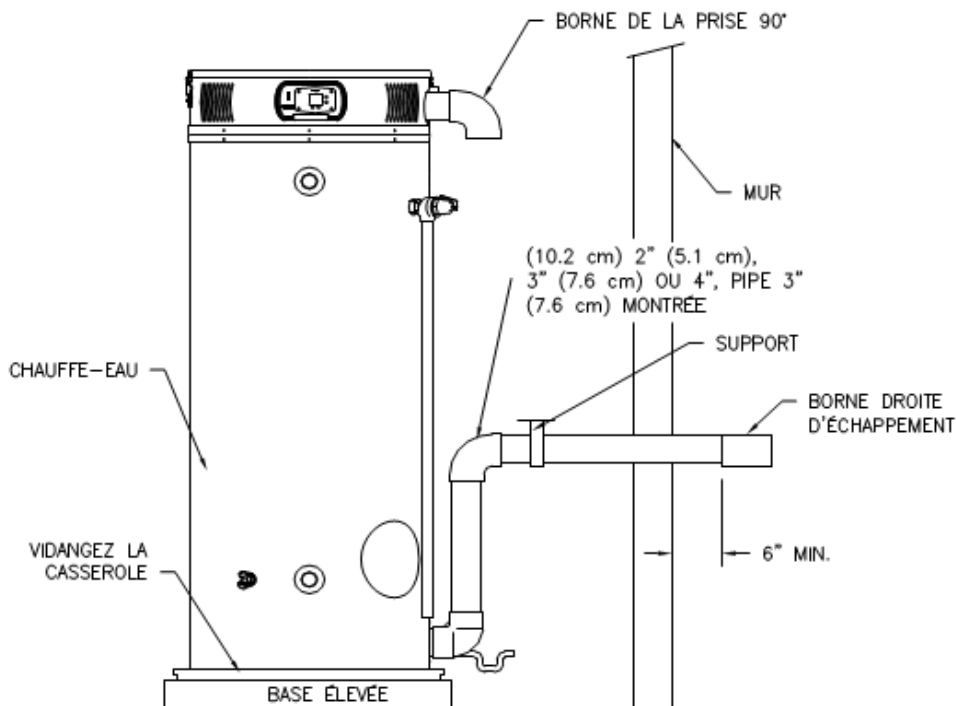

Figure 15 - Système de ventilation forcée horizontale typique
2. Utilisez le ciment ou le scellant approprié pour fixer le terminal de ventilation fournie avec le chauffe-eau aux tuyaux en plastique. La distance entre le bord arrière du terminal d'évacuation des gaz de combustion et le mur extérieur (voir la figure 15) doit être de 6 po (15,2 cm). Utilisez le ciment et les procédures d'assemblage appropriés pour fixer les joints du raccord de ventilation entre le terminal et la sortie du souffleur. Fournir des supports pour chaque 3 pi (1 m) d'évent horizontal.